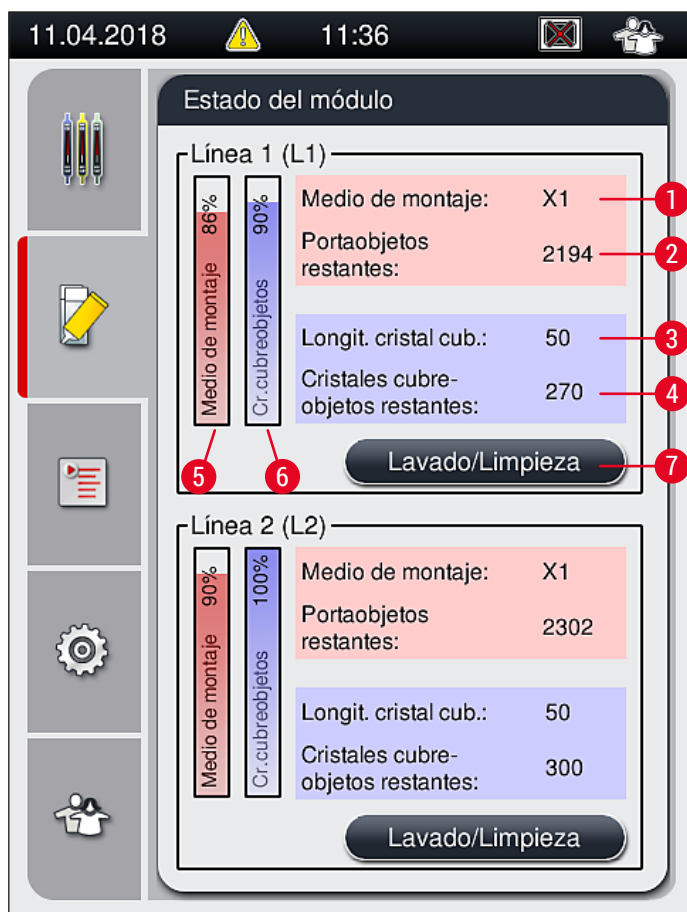

Fig. 49
- El menú Estado del módulo (→ Fig. 49) ofrece al usuario del HistoCore SPECTRA CV un resumen de los consumibles utilizados (medio de montaje (→ Fig. 49-1) y cristales cubreobjetos (→ Fig. 49-3)), su nivel actual de llenado (→ Fig. 49-5) (→ Fig. 49-6) y la cantidad restante (→ Fig. 49-2) (→ Fig. 49-4) en ambas líneas de cubreobjetos.